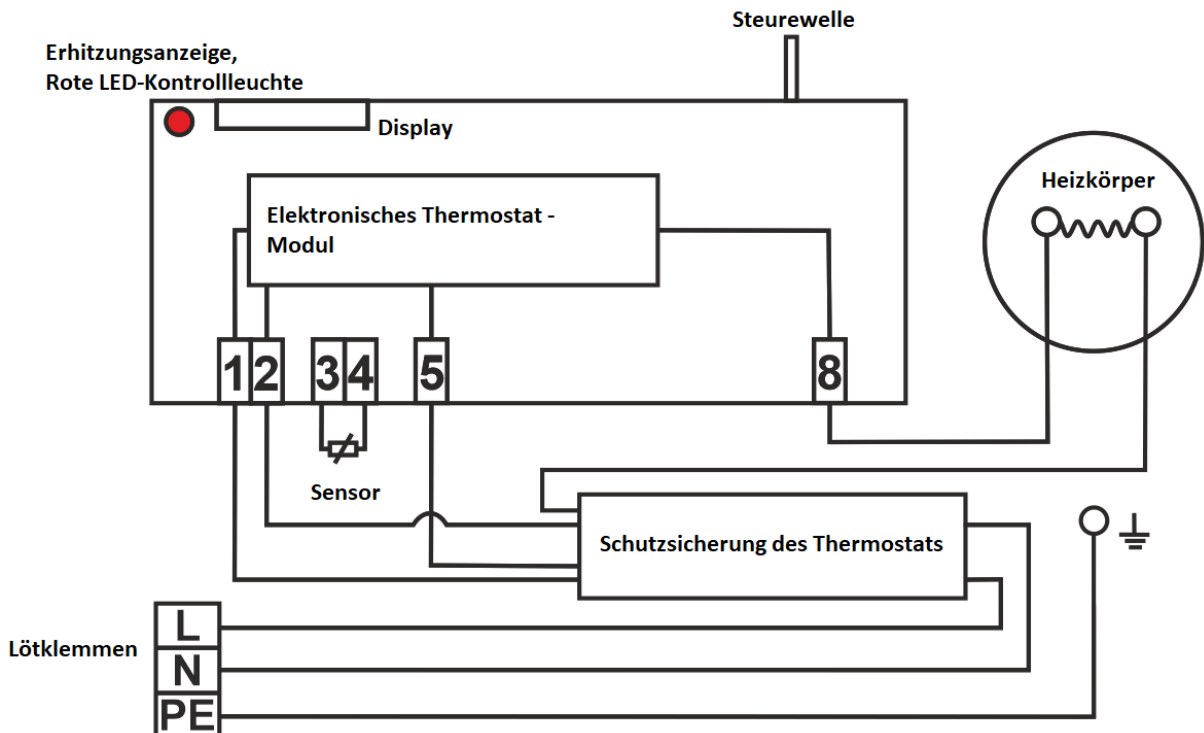

Abbildung 7
Der werkseitig vorgenommene Anschluss darf nicht geändert werden! (Abbildung 7). Die elektrischen Teile des Warmwasserbereiters sind von Schutzklasse IP 44. Die Leistungsaufnahme des Heizkörpers beträgt 2000 W (OKHE ONE/E 50-120), 1100 W (OKHE ONE/E 30).
- Das Schema für den elektrischen Anschluss ist dem Wassererhitzer beigelegt, es befindet sich an der Abdeckung der Elektroinstallation (Abbildung 7).